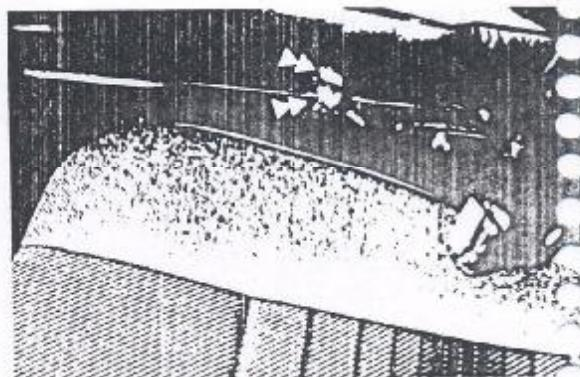

Figura 7.11.1 - Porcas de ajuste dos cabos
- Soltar as contraporcas e atuar nas porcas de ajuste dos cabos, de modo a efetuar o ajuste (Figura 7.11.1). Soltando-se as porcas de ajuste, aumenta-se a folga da alavanca, apertando-se as porcas de ajuste, diminui-se a folga da alavanca.